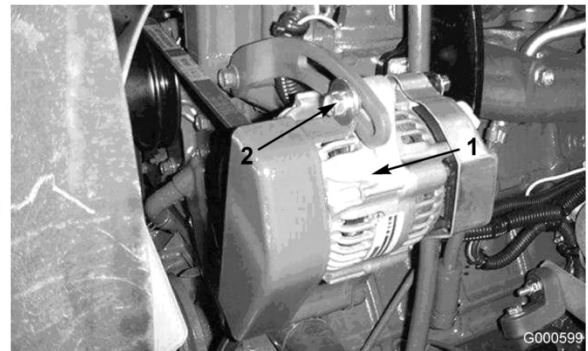

Figura 55
Compruebe la condición y la tensión de las correas (Figura 55) cada 100 horas de operación.
2. Si la desviación no es de 10 mm, afloje los pernos de montaje del alternador (Figura 55). Aumente o reduzca la tensión de la correa del alternador y apriete los pernos. Verifique de nuevo la desviación de la correa para asegurarse de que la tensión es la correcta.